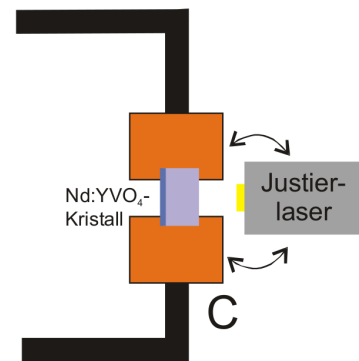

Abbildung 9: Einstellen des Justierlasers
- Bringen Sie die Laserdiode möglichst parallel und nahe (ca. 5 mm) an die rückseitige (also die der Pump-Laserdiode abgewandten) Öffnung des Nd:YVO₄- Kristallhalters C (vgl. Abb. 9). Schalten Sie die Sanyo Laserdiode ein, und justieren Sie den Strahl exakt mittig auf die Öffnung des Kristallhalters. Die Feineinstellung der Höhe nehmen Sie mit der Feingewindeschraube der Halterung vor.